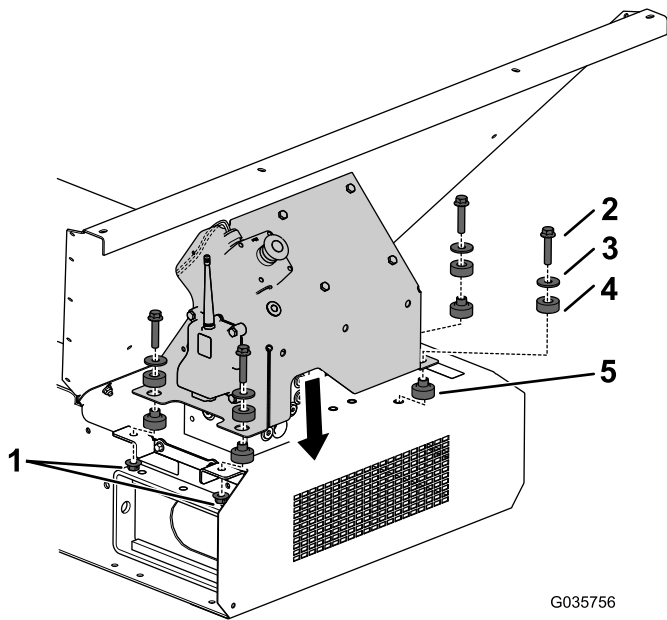

Figura 16
Nota: Asegúrese de que el cable de conexión de la parada de emergencia está situado a través de la hendidura en la parte superior del conjunto de la cubierta, tal y como se muestra en la Figura 16.
18. Fije la tapa en el soporte de montaje y la defensa de enjuague con 4 tornillos ($\frac{3}{8}$ " x $\frac{3}{4}$ "), 4 arandelas endurecidas, 4 bastidores de dos piezas y 2 tuercas ($\frac{3}{8}$ "); consulte la Figura 16.